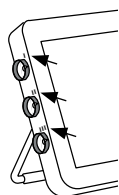

Afbeelding 15 Plaats een nieuwe batterij, met het plakband omlaag gericht
d) Plaats de nieuwe batterij (afbeelding 15)